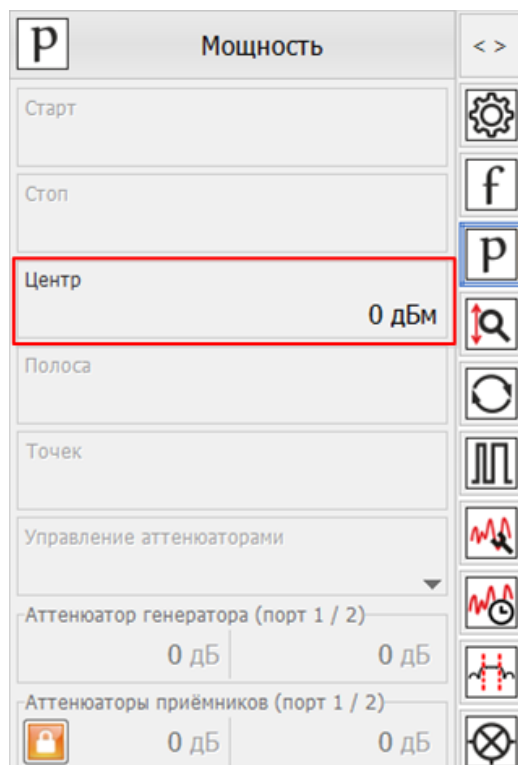

Рис. 14. Задание мощность зондирования.
5. В панели управления «Мощность» задать параметры мощности зондирования. При установке этого параметра учитывайте ожидаемое затухание в измеряемом устройстве и при необходимости увеличьте мощность зондирующего сигнала. Для нашего примера достаточно уровня зондирующего сигнала 0 дБм (рис. 14).